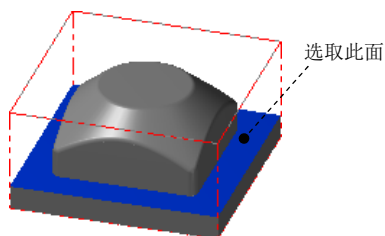
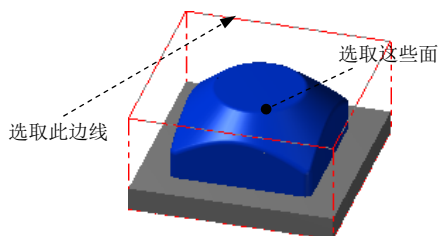

图 6.17 选取加工面
图 6.18 选取干涉面
Step2. 设置加工区域。在图形区中选取图 6.17 所示的曲面, 然后按 Enter 键, 系统弹出“刀具路径的曲面选取”对话框。单击 **检测** 区域中的 **检测** 按钮, 选取图 6.18 所示的面 (共 22 个) 为干涉面, 然后按 Enter 键。在 **Containment boundary** 区域中单击 **检测** 按钮, 系统弹出“串连选项”对话框。在图形区中选取图 6.18 所绘制的边线, 单击两次 **✓** 按钮完成加工区域的设置, 同时系统弹出“曲面精加工浅平面”对话框。